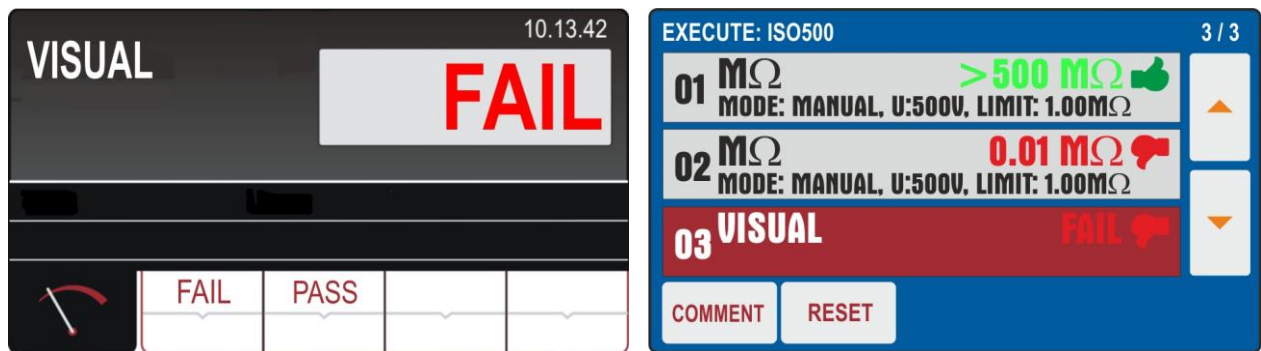

Fig. 79: Funzione AUTO TEST – Risultato finale Autotest
11. Premere due volte il tasto **START/STOP** per attivare il test “03” dell’Autotest che nell’esempio considerato è la funzione **VISUAL (VISUALIZZA)** che indica l’esito Passato o Fallito del test inserito dall’operatore (vedere Fig. 79 – parte sinistra)
13. Al termine dell’Autotest lo strumento presenta una videata finale simile a quella mostrata in Fig. 79 – parte destra